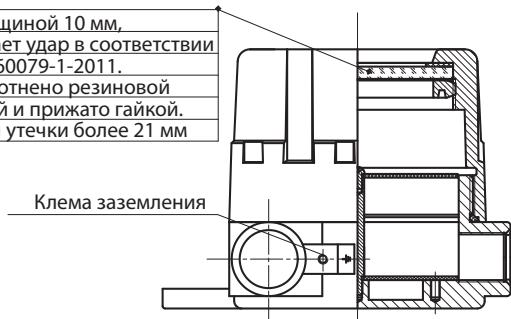

Рис.15. Элементы взрывозащиты типа "взрывонепроницаемая оболочка" модулей МКТ-Зм и МКИУС
14. Убедитесь методом визуального осмотра, что элементы ГС, отвечающие за взрывобезопасность, не повреждены (рис.15).